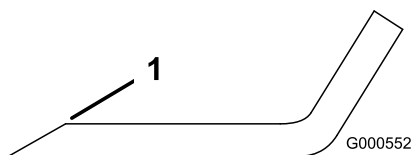
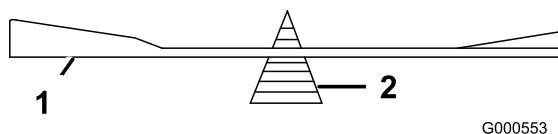

Figure 48
Figure 49
1. Au moyen d'une lime, aiguissez les tranchants aux deux extrémités de la lame (Figure 48). Veillez à conserver l'angle de coupe d'origine. Limez la même quantité de métal sur chacun des deux tranchants pour ne pas déséquilibrer la lame.
2. Vérifiez l'équilibre de la lame en la plaçant sur un équilibreur (Figure 49). Si la lame reste horizontale, elle est équilibrée et peut être utilisée. Si la lame est déséquilibrée, limez un peu l'extrémité de la partie relevée seulement (Figure 48). Répétez la procédure jusqu'à ce que la lame soit équilibrée.